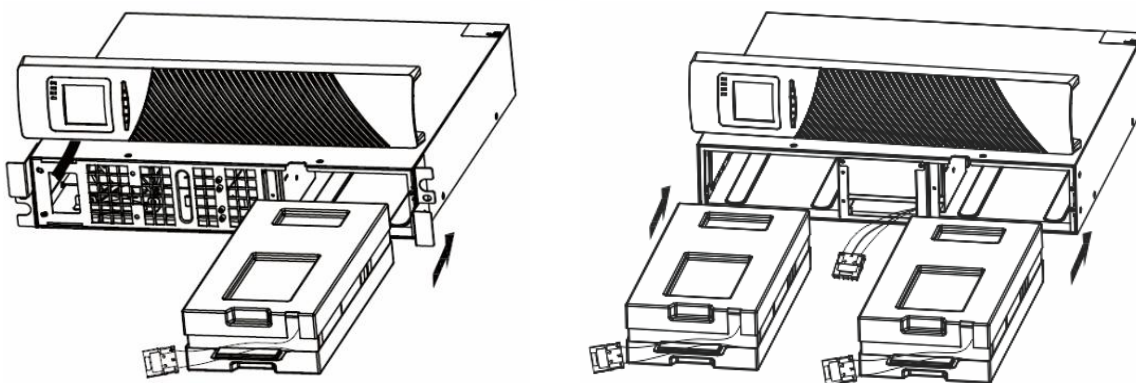

Рис. 27 Извлечение комплекта аккумуляторных батарей
4. Возьмитесь за ручку в передней части комплекта аккумуляторных батарей и извлеките его наружу, как это показано на рис. 27.